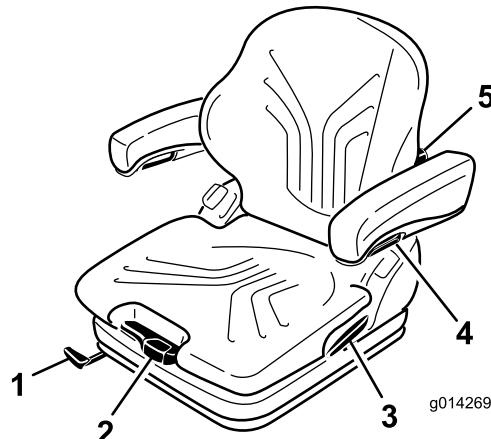

Figure 13
Réglez le siège pour votre poids en tirant ou en poussant le levier de réglage correspondant (Figure 13).
1. Levez le levier pour débloquer le siège (Figure 13).
En tournant le bouton de réglage vers le haut, vous pouvez régler le renflement de la partie supérieure du dossier. En tournant le bouton de réglage vers le bas, vous pouvez régler le renflement de la partie inférieure du dossier (Figure 13).
Pour régler la hauteur des accoudoirs, séparez le cache rond (Figure 13) du couvercle, desserrez l'écrou hexagonal (13 mm) qui se trouve derrière, réglez les accoudoirs à la position voulue puis resserrez l'écrou. Replacez la cache sur l'écrou.
Pour régler l'angle des accoudoirs, tournez le bouton de réglage (Figure 13).
Tirez sur le levier pour libérer le verrou du dossier (Figure 13). Lorsque le verrou est libéré, ne vous appuyez pas contre le dossier.